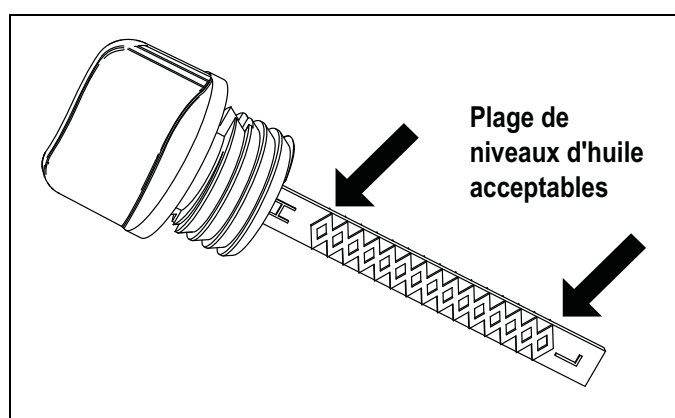

Figure 4-4. Jauge
4. Vérifiez le niveau d'huile de façon périodique jusqu'à ce qu'il se situe entre les marques « L » et « H » sur la jauge (Figure 4-4). Ne remplissez pas trop le réservoir.